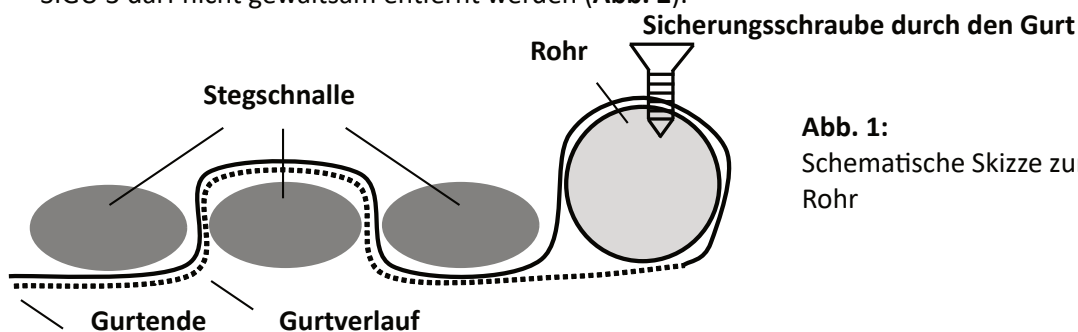

Abb. 1:
1. Lösen Sie die Stegschnallen an den Gurtenden und legen Sie das Gurtband wie in **Abb. 1** gezeigt um das Sitz- oder Rückenrohr.